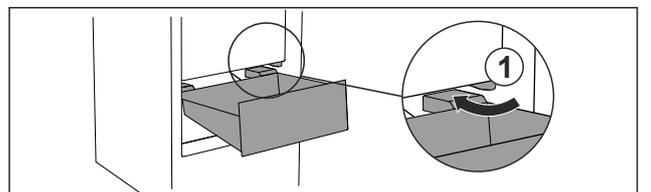

Fig. 31
- ▶ Schubfach schräg um die Stopper Fig. 31 (1) herumführen.